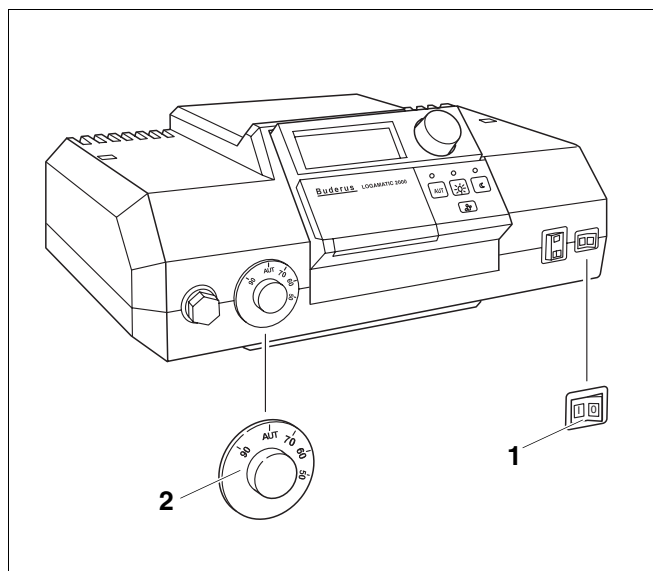

Bild 3 Reglerenhet (här t.ex.: Logamatic 2000)
Ta er värmepanna i drift över reglerenheten (i exemplet här (Bild 3): reglerenheten ur 2000 serien). Med idriftsättningen av reglerenheten, tar ni automatiskt också brännaren i drift. Brännaren kan startas från reglerenheten. Ytterligare information om detta kan ni få från bruksanvisningen för respektive reglerenhet eller brännare.
- Ställ pannvattentemperaturregulatorn (Bild 3, **Pos. 2**) på "AUT".
- Ställ driftsväljaren (Bild 3, **Pos. 1**) i läge "I" (TILL).
Ta er värmepanna ur drift över reglerenheten (i exemplet här (Bild 3): reglerenheten ur 2000 serien). Med urdrifftagningen av reglerenheten, tas också brännaren automatiskt ur drift.
- Ställ driftsväljaren (Bild 3, **Pos. 1**) i läge "0" (FRÅN).